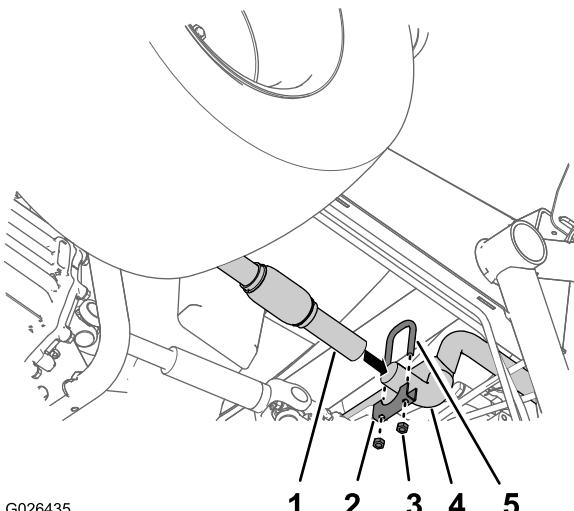

Bild 10
- Reinigen Sie die Außenseite am offenen Ende des Y-Rohrs (Bild 10).
- Schieben Sie das Ende des Auspuffrohrs (in der Nähe des Biegegelenks) über das Ende des Y-Rohrs, bis das Y-Rohr ganz im Auspuffrohr sitzt (Bild 10).
4. Montieren Sie einen U-Bügel (1-1/4"), eine Anschlussklemmenhalterung (1-1/4") und zwei Muttern am Gelenk für das Auspuffrohr und das Y-Rohr (Bild 10).